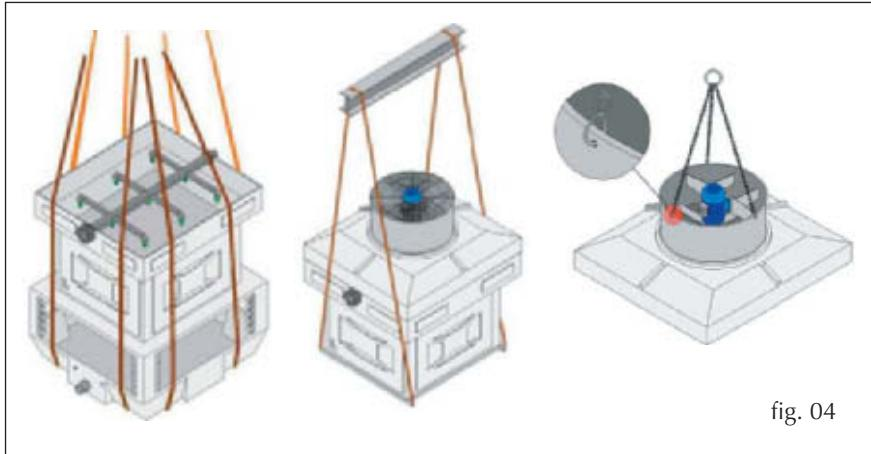

fig. 04
**pueden levantarse también usando correas anchas (de al menos 8 cm). El lugar de colocación de las correas viene señalado en las ilustraciones que aparecen a continuación (Fig. 04):**